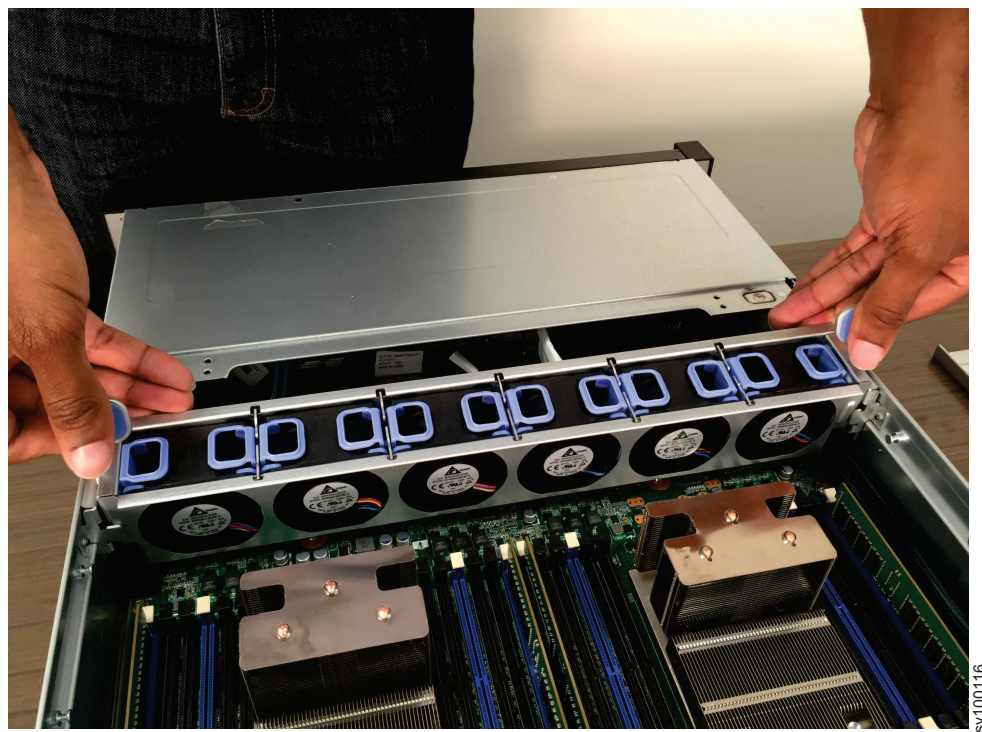

图 182. 更换风扇支架
1. 将风扇支架放低置入机箱中，如第 226 页的图 182 中所示。